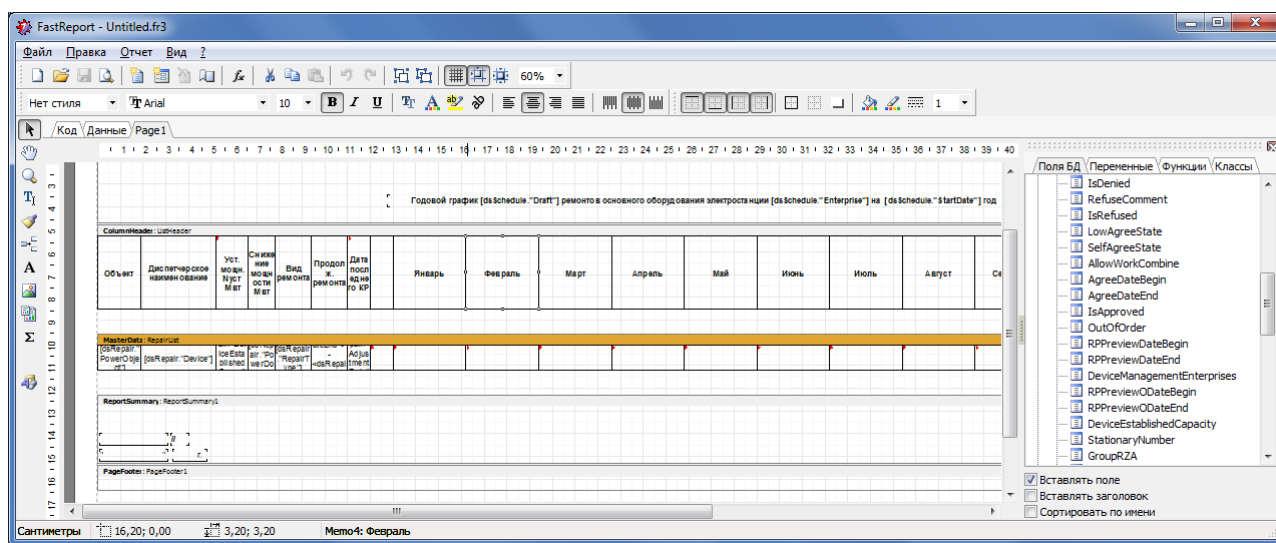

Рисунок 7.28 – Форма редактирования шаблона отчетов
- 3) В открывшейся форме редактирования шаблона отчетов (Рисунок 7.28) отредактировать шаблон (описание наборов данных и правила редактирования шаблонов отчетов описаны в документе «Руководство разработчика. Отчетные формы»).